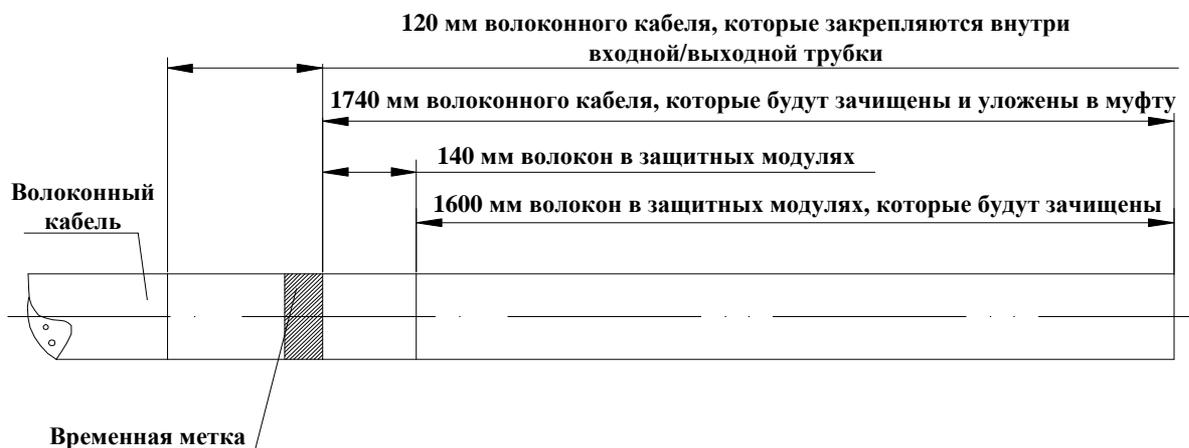

Рисунок 2
- ③. Отмерить участок волокон в защитных модулях длиной 140 мм: расстояние от точки крепления кабеля в муфте до точки крепления модулей к сварочной кассете.
- ④. Отмерить участок волокон длиной 1600 мм: после выделения волокон из защитных модулей данный запас укладывается внутри кассеты после сварки.
6.2.3 Смотрите рисунок 2.